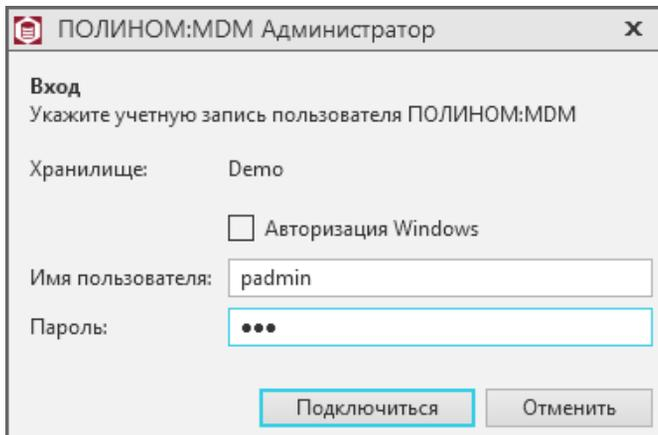

Рис. 3.25
3. В открывшемся окне выберите способ авторизации (рис. 3.25). Нажмите кнопку **Подключиться**.